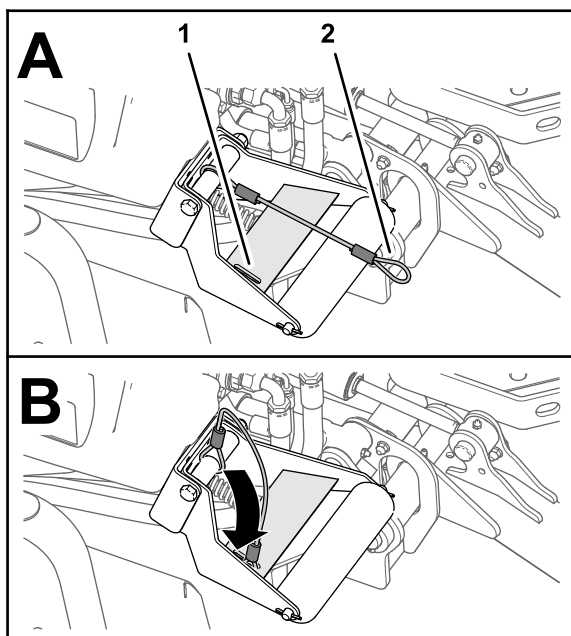

図 41
4. カッティングユニットを降ろした状態で、ランヤードの輪を、ローラサポートの補強プレートのスロットに差し込む 図 41。